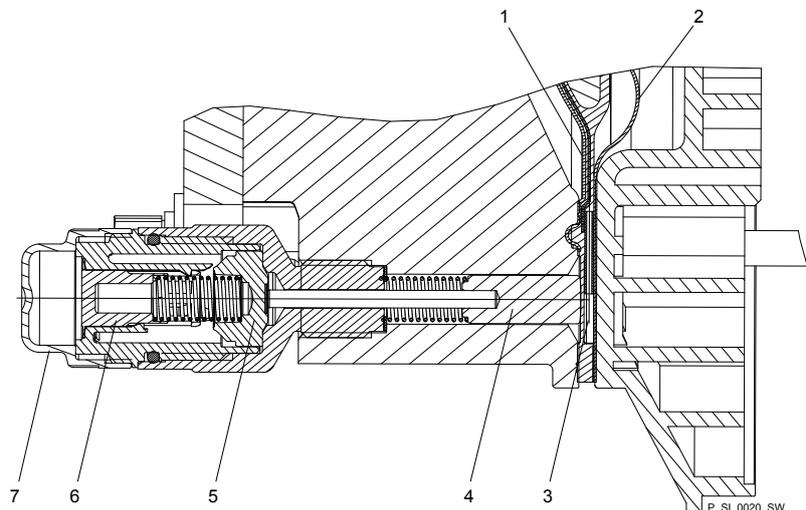

Abb. 38: Schnitt durch die Membranbruchsignalisierung Sigma (Ausführung "Optische Bruchanzeige")
2. ➔ Falls der Kolben des Membranbruchsensors - siehe Abb. 38, Pos. 4 - feucht oder schmutzig geworden sein sollte, ihn und die Bohrung reinigen, in der er läuft.